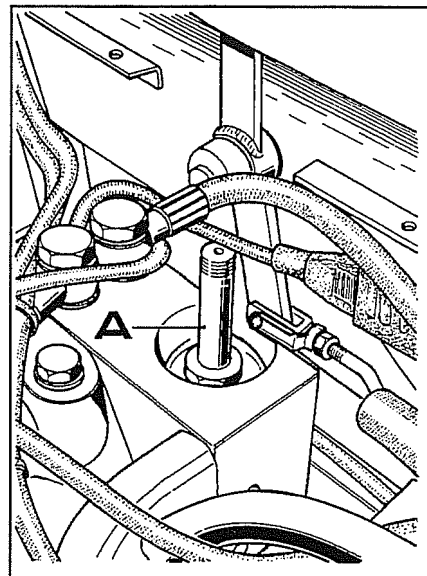

Fig. 13
2. Desatarraxar e retirar o solenóide **A** (fig.13) do corpo electroválvula.